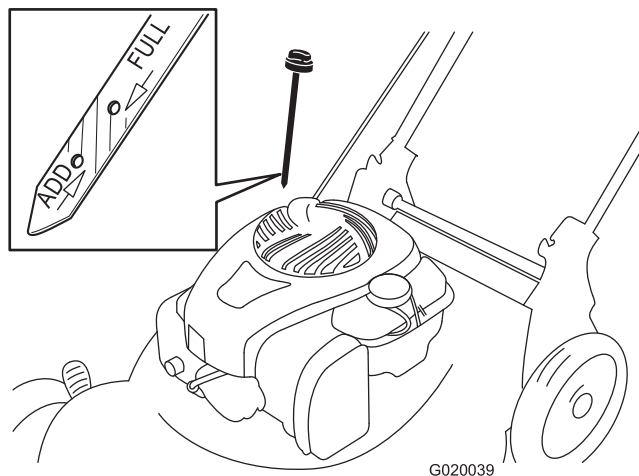

Figure 17
7. Sortez de nouveau la jauge et vérifiez le niveau d'huile (Figure 17).